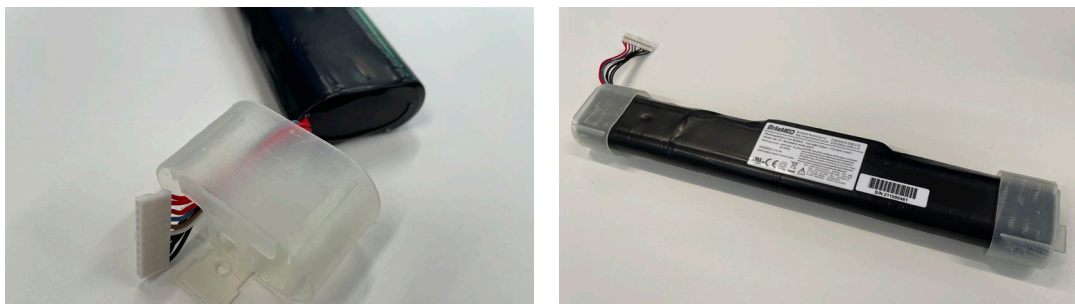

Figura 18 Montar as tampas da bateria conforme mostrado pelas setas
d) Monte as tampas da bateria na bateria nova (Figura 18)